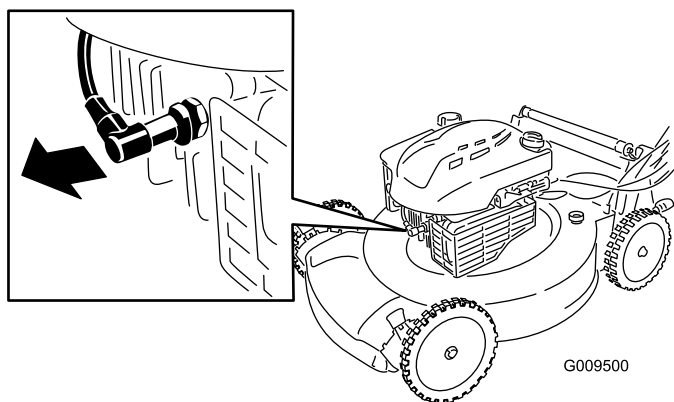

Figura 16
2. Staccate il cappellotto dalla candela (Figura 16) prima di eseguire interventi di manutenzione.